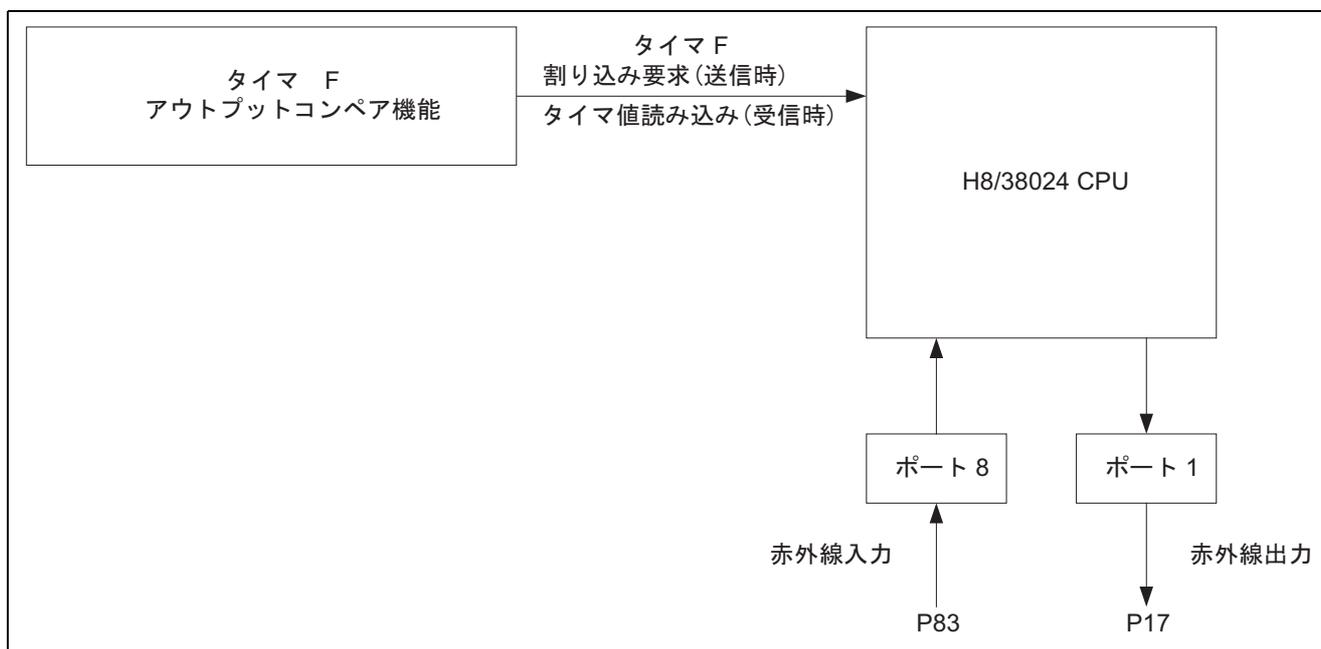

図 4 使用機能ブロック図
(1) 図 4 に本タスク例における H8/38024 の使用機能のブロック図を、表 1 に機能割付を示します。